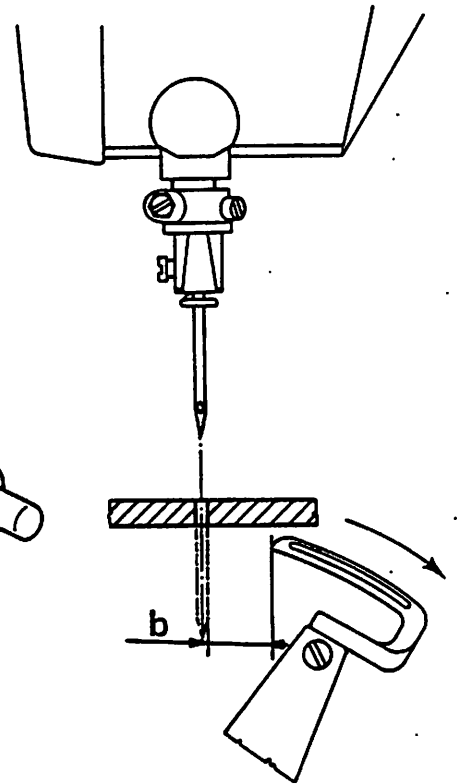
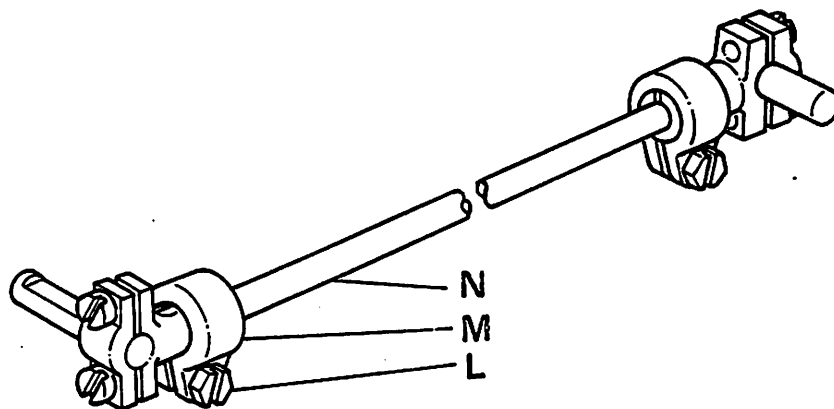

Fig. 12
Fig. 13
1. Per ottenere la quota 'b' fig. 12 portare il crochet tutto a destra, allentare la vite L della fascetta M e agire sul tirante N della biella (fig. 13) sino ad ottenere la quota prescritta dalla tabella di fase.
1. To obtain distance "b" (fig. 12) bring looper fully to the right, slacken screw L of sleeve collar M and adjust stay-rod N of connecting rod (fig. 13) until the distance indicated in setting table is obtained.